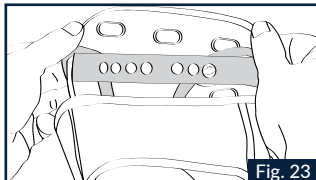

Fig. 23
1.1 Voltee un lado de la parte superior del acolchado y desabroche el botón circular delantero de regulación del acolchado interior, que se encuentra por debajo de éste, del soporte plástico longitudinal de abajo equipado con siete orificios (Fig. 23).